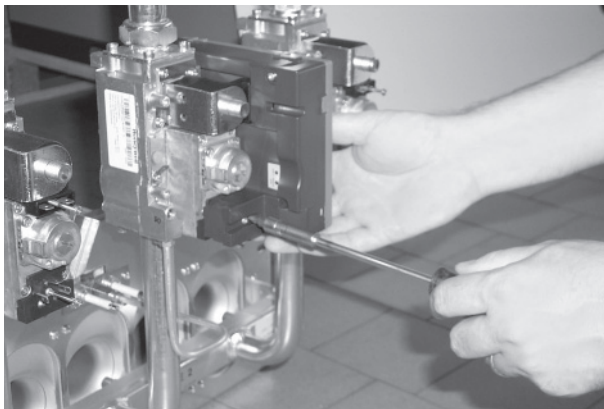

Fig. 12
- Desaperte os dois parafusos que fixam as centrais electrónicas de controlo da chama à válvula de gás (fig. 12), e retire-as destas últimas (fig. 13).